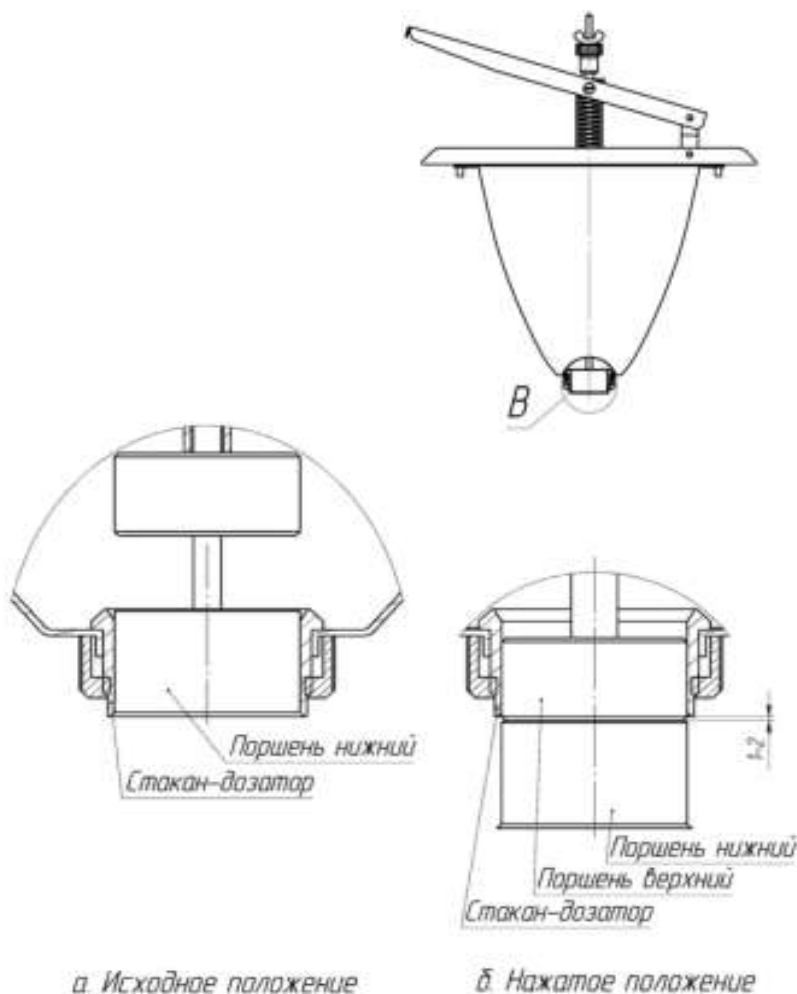

Рис. 2 Положение поршней
1. вывесить дозатор пончикового аппарата, установив его на стойки (7);
2. открутить контгайку (12);
3. открутить гайку (13).
4. проверить втулку (14) (она должна быть закручена до упора).
6. нажать на ручку (11).
7. в нажатом состоянии гайкой (13), закручивая, выбрать зазор между поршнем нижним и поршнем верхним (Рис. 2, б).
8. нажатием и отпусканием ручки (11) проверить следующее:
- при отпущенной ручке (11) магнитный замок между втулкой (14) и гайкой (13) должен быть замкнут (втулка примагничена к гайке).
- при отпущенной ручке (11) поршень нижний плотно прилегает к стакану дозатора (Рис. 2, а).
- при нажатой ручке (11) между поршнем верхним и поршнем нижним зазор отсутствует (Рис. 2, б).
9. зафиксировать гайку (13) контргайкой (12).